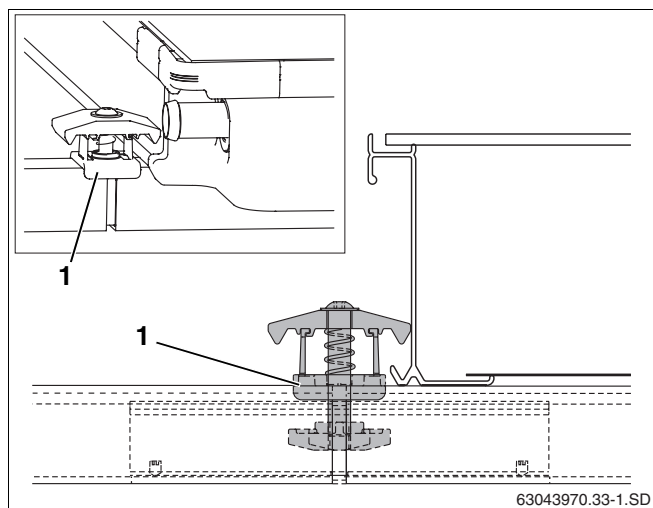

Fig. 48 Montaggio dei giunti di collegamento bilaterale
- Posizionare il giunto di collegamento bilaterale, con il dado davanti, nell'apertura della guida profilata con il giunto ad innesto in maniera tale che il distanziale in plastica (fig. 48, **pos. 1**) faccia presa sulla guida profilata.